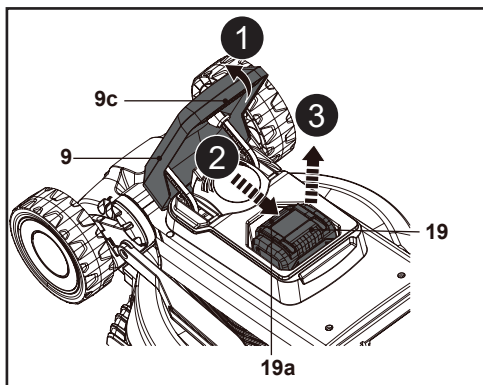

Fig. 7
1. Maintenir la poignée encastrée (9c) et ouvrir le couvercle du compartiment de la batterie (9) (Fig. 7, étape 1).
2. Appuyer sur le bouton de déverrouillage (19a) pour déverrouiller le loquet de la batterie (19) (Fig. 7, étape 2).
3. Faire glisser la batterie (19) hors du compartiment de batterie (Fig. 7, étape 3).
4. Fermer le couvercle du compartiment de la batterie (9).